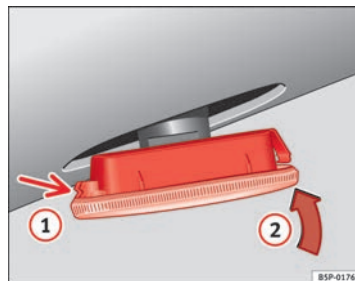

Fig. 183 Luzes indicadoras de mudança de direcção laterais
- Coloque o indicador de mudança de direcção em primeiro lugar no orifício da carroçaria, encaixando as patilhas **(1)** ⇒ Fig. 183, ►
② ⇒ Fig. 183.